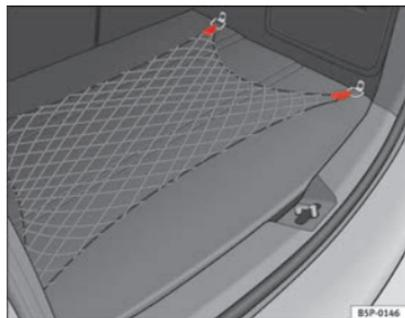

Fig. 109 Rede porta-objectos da bagageira
- Utilizar as anilhas de fixação existentes nas laterais da bagageira, para fixar a rede porta-objectos ⇒ fig. 109.